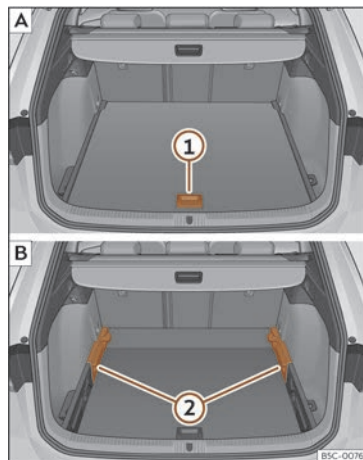

Fig. 123 Piso variable do maleteiro: [A] posición alta; [B] posición baixa.
• Para pasar da posición baixa á alta, levante o piso pola asa»» **fig. 123 (1)**, puxe cara atrás ata que a parte dianteira do piso supere totalmente os soportes»» **fig. 123 (2)**.
• Desprace sobre estes o piso cara adiante ata que faga tope no respaldo dos asentos posteriores e, a continuación, baixe o piso coa asa (1).
• Para pasar da posición alta á baixa, levante o piso pola asa»» **fig. 123 (1)**, puxe cara atrás ata que a parte dianteira do piso supere totalmente os soportes»» **fig. 123 (2)**.
• Deixe caer a parte anterior contra o piso e empúxeo cara adiante ata que faga tope no respaldo dos asentos posteriores baixando ao mesmo tempo o piso coa asa (1).
- Co piso variable en posición alta, levánteo pola asa»» fig. 123 ①, puxe dela e empuxe cara ao respaldo dos asentos posteriores ata que se dobre o piso pola liña de bisagra e a parte móbil do piso repose sobre el.